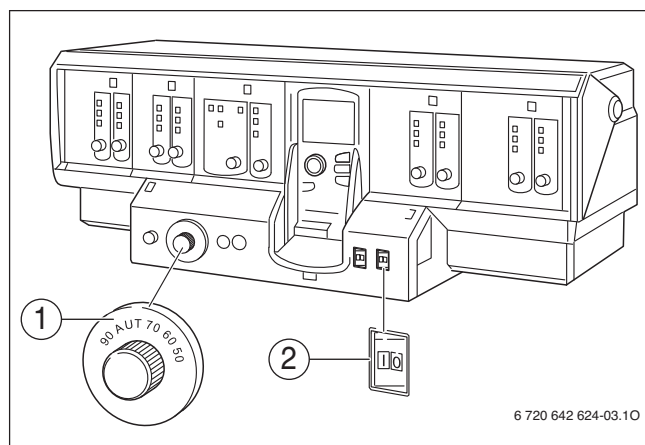

Fig. 4 Appareil de régulation
Mettez votre chaudière en service par l'appareil de régulation (→ fig. 4). Avec la mise en service de l'appareil de régulation, vous mettez automatiquement le brûleur en marche. Celui-ci peut ensuite être démarré par l'appareil de régulation. Vous trouverez des informations complémentaires dans la notice d'utilisation de l'appareil de régulation ou du brûleur utilisés.
- ▶ Réglez le thermostat de l'eau de chaudière (→ fig. 4, [1]) sur « AUT ».
- ▶ Réglez l'interrupteur principal (→ fig. 4, [2]) sur « I » (MARCHE).
Mettez votre chaudière hors service par l'appareil de régulation (→ fig. 4). La mise hors service de l'appareil de régulation entraîne automatiquement celle du brûleur.
- ▶ Réglez l'interrupteur principal (→ fig. 4, [2]) sur « 0 » (ARRÊT).